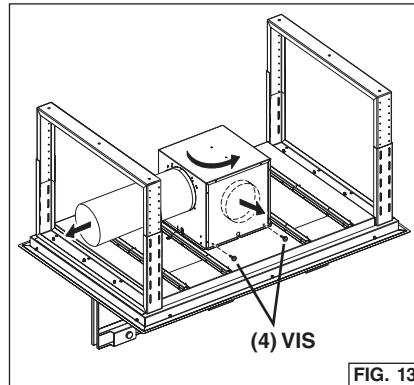
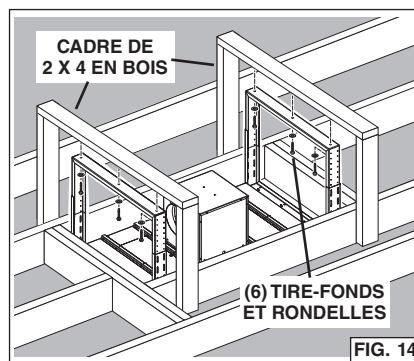

FIG. 13
FIG. 14
2. Pour modifier la direction du conduit sans utiliser de coude, voir Fig. 13 :
- Enlevez (2) vis à l'intérieur du boîtier du ventilateur.
- Enlevez (4) des côtés du boîtier du ventilateur.
- Enlevez le ventilateur, tournez-le de 90 degrés et reposez les (4) vis.
4. Fixez chaque cadre de soutien de la hotte à la charpente de bois à l'aide des (6) tire-fonds de 6 x 70 mm et rondelles fournies. Fig. 14.